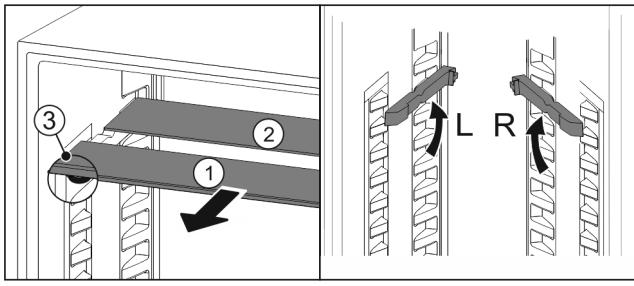

Fig. 99
- ▶ По одной извлеките Fig. 99 (1) стеклянные панели движением вперед.
- ▶ Стеклянная панель Fig. 99 (1) с декоративной планкой лежит спереди.
- ▶ Стопоры Fig. 99 (3) показывают вниз.